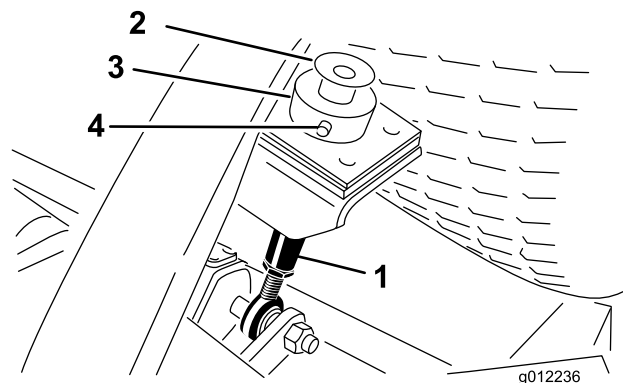

Figura 23
2. Retire o parafuso e anilha montados na parte superior de cada barra de altura de corte (Figura 23).
3. Retire o contrapino tipo grampo e pino de segurança que fixam o anel da altura de corte à barra de altura de corte na parte posterior da unidade de corte (Figura 23). Retire o anel da altura de corte.